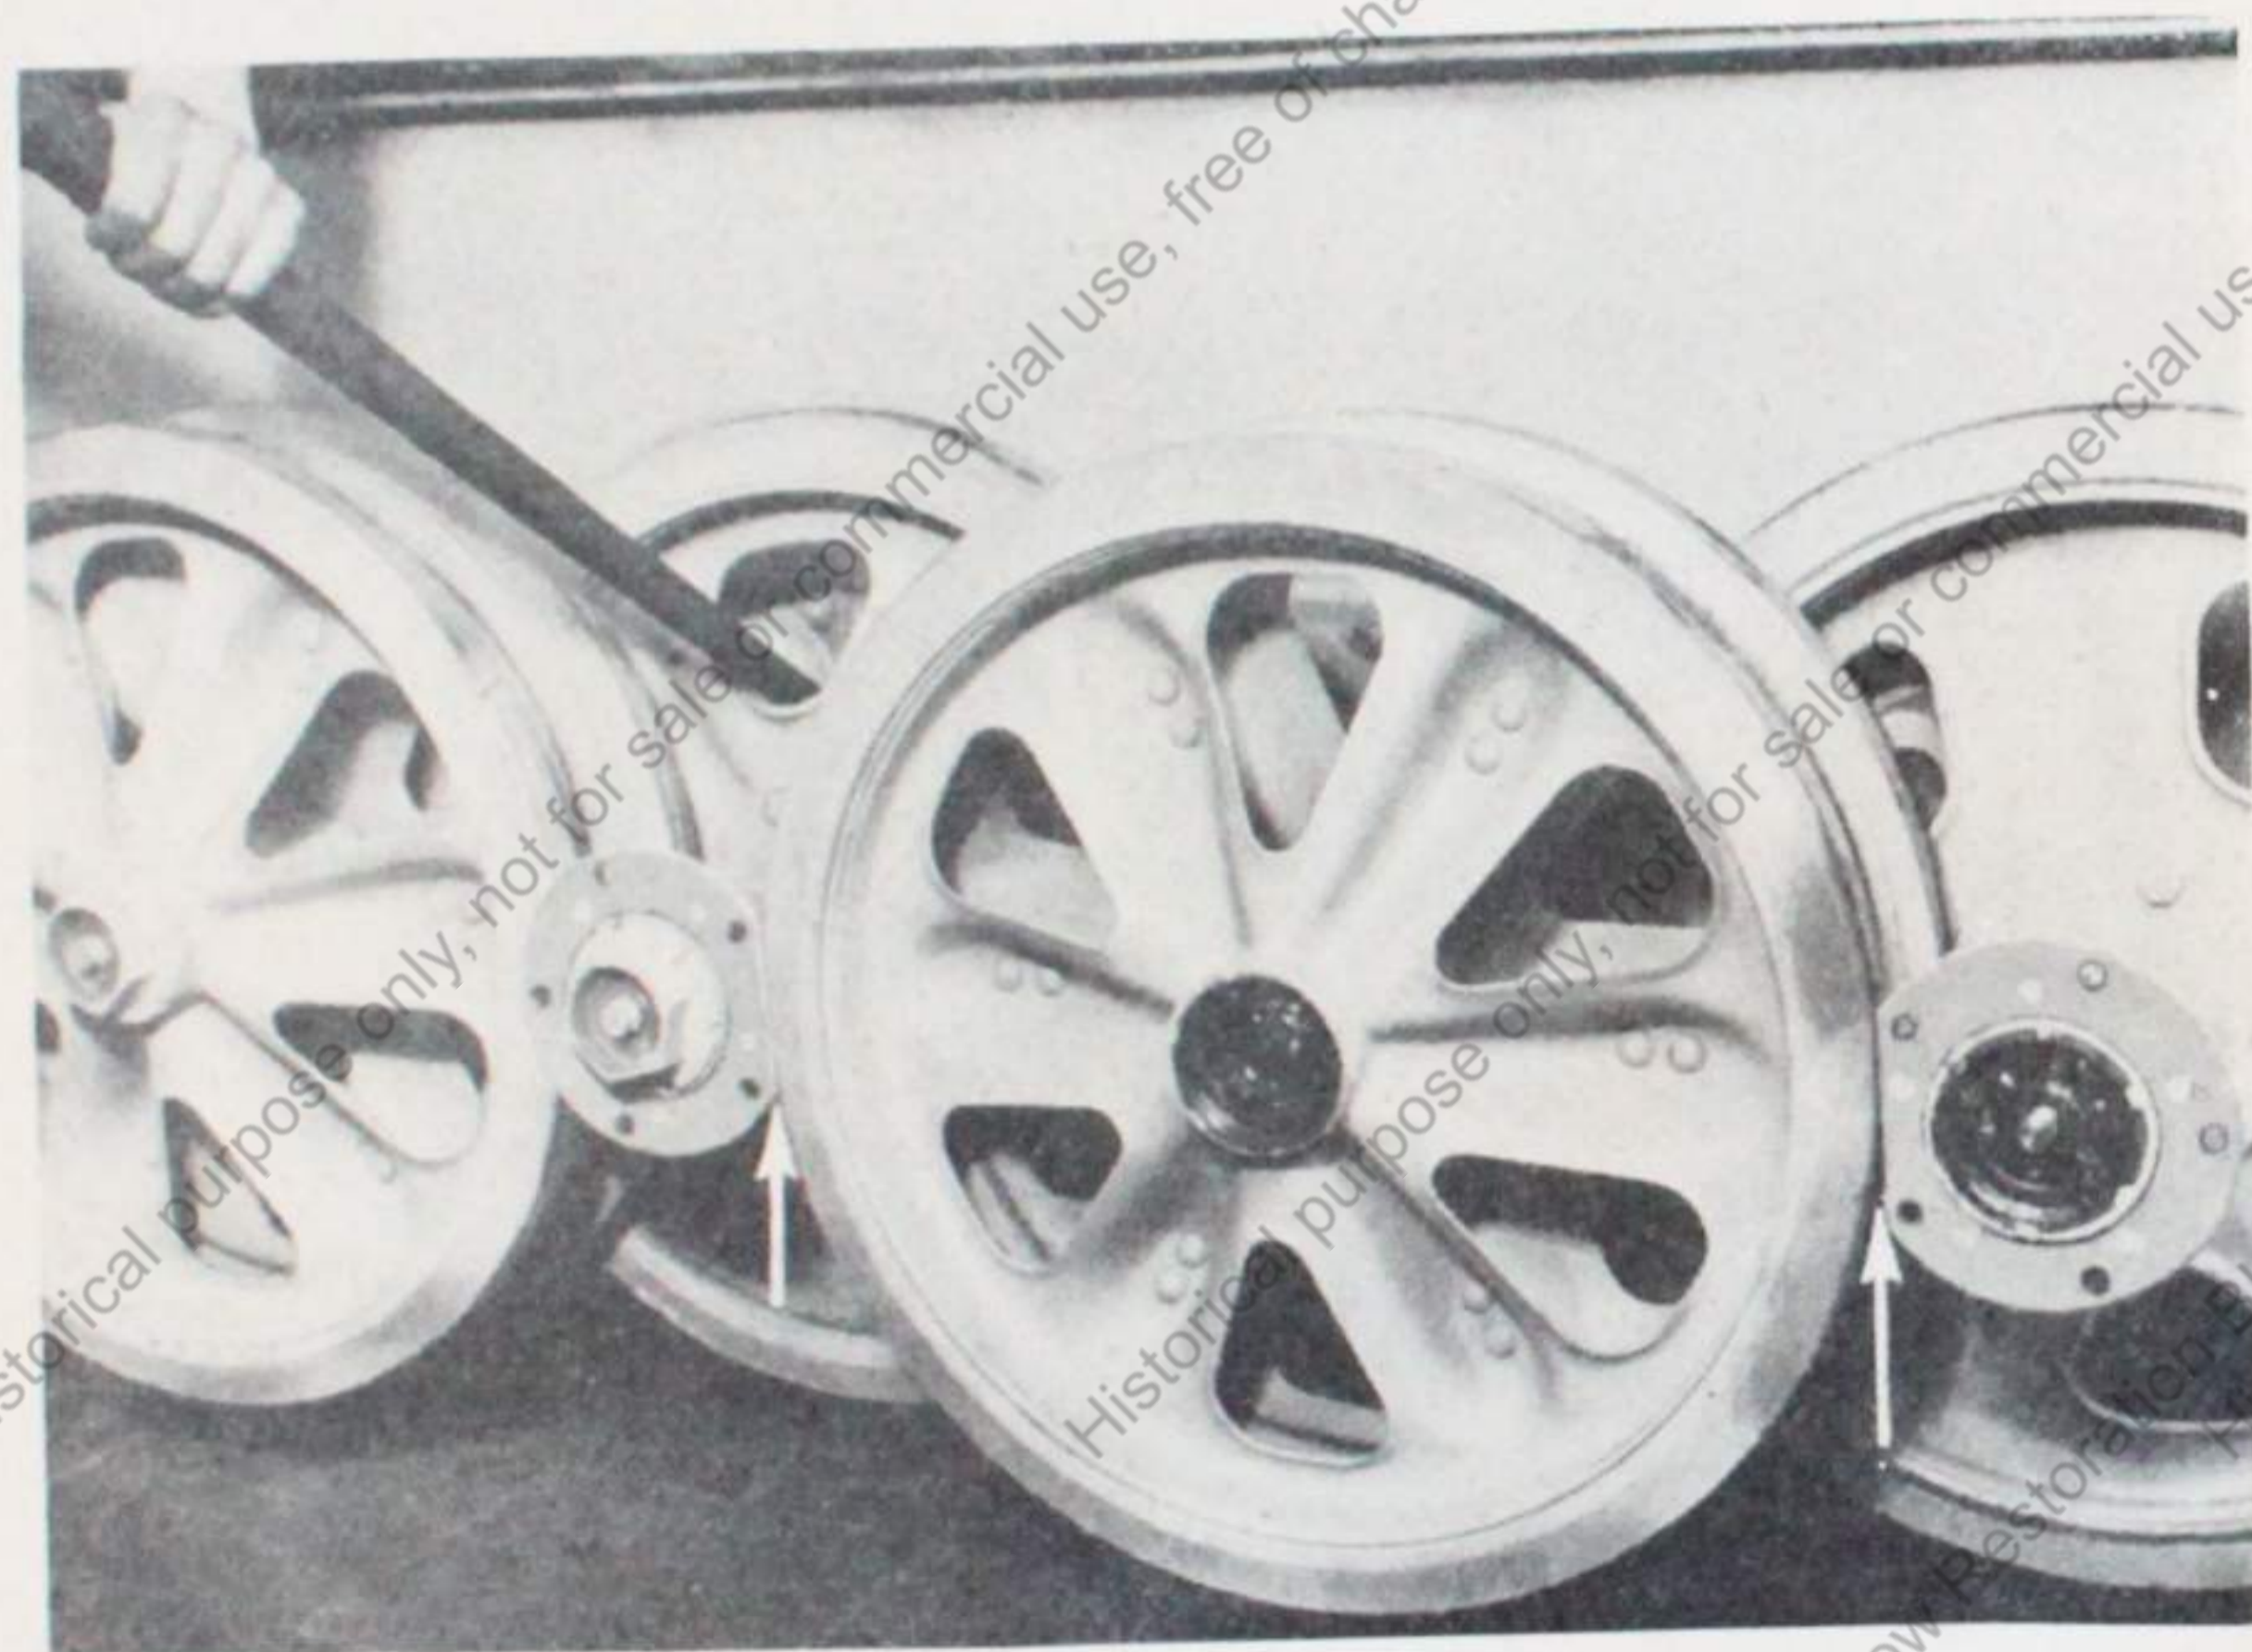
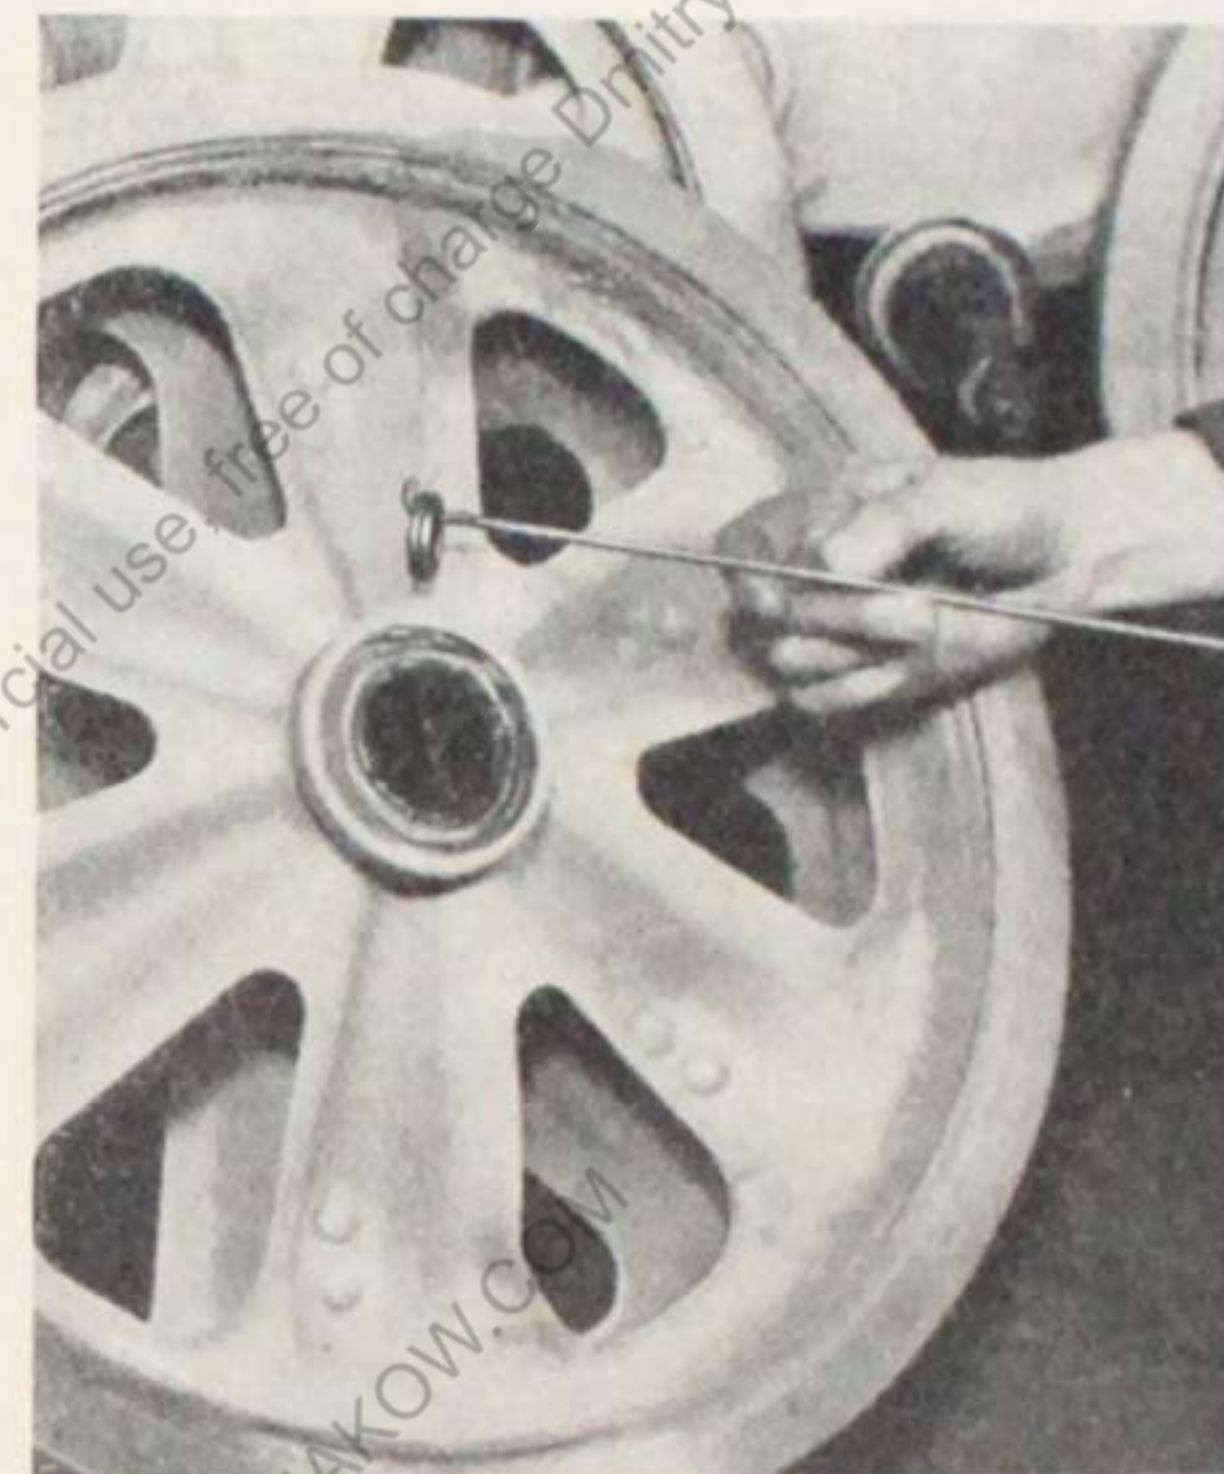
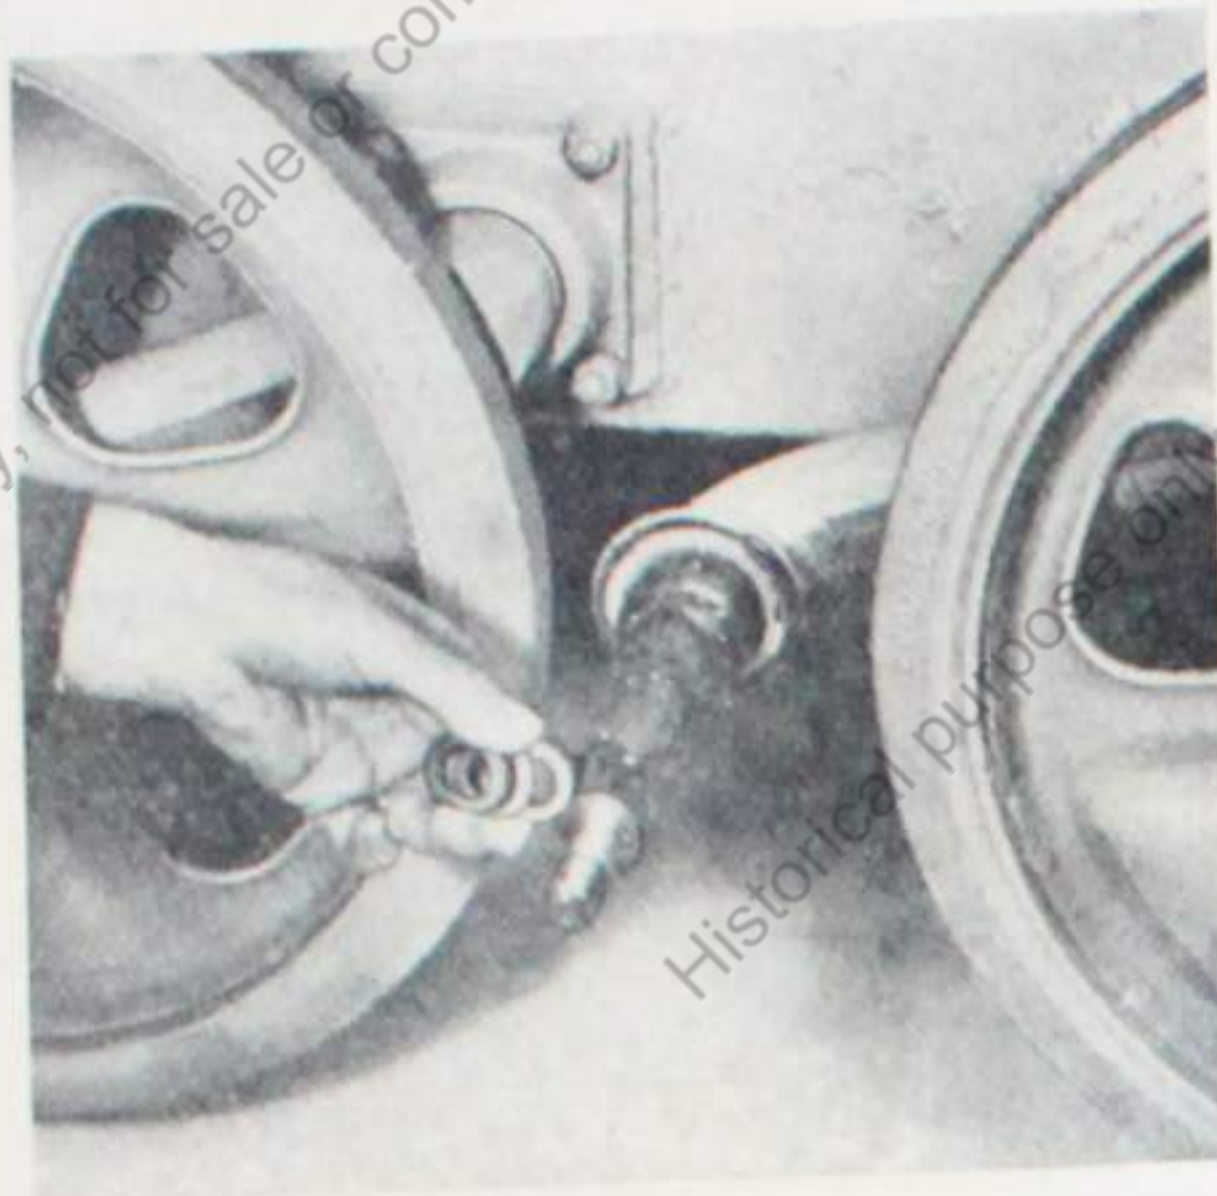

Bild 52
Bild 53
Bild 56
4. Beim Abziehen des Innen-Rades müssen die Geraden der Außen-Rad-Naben (Pfeile im Bild 52) senkrecht stehen, damit das Innen-Rad dazwischen durchgezogen werden kann. Geht das durch die Stellung der Außen-Rad-Schwingen nicht, so wird das hindernde Außen-Rad mit der Brechstange etwas nach oben oder nach unten gedrückt (Bild 53).
Zeigt die Messung, daß ein Innen-Rad oder ein Außen-Rad weiter nach **außen** muß, so kann das durch Beilegen von Ausgleichsscheiben (siehe auch Bild 53) erfolgen. Muß ein Innen-Rad oder Außen-Rad weiter nach **innen** zur Panzerwanne, so wird eine entsprechende Ausgleichsscheibe herausgenommen. Ausgleichsscheiben siehe auch Bild 56!